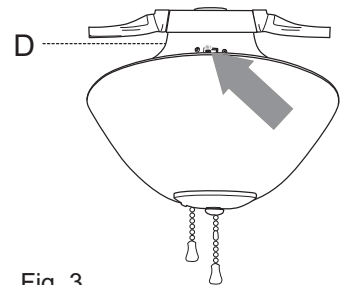

Fig. 3
3. Use el interruptor de reversa, en la caja del interruptor (D), para optimizar el uso del ventilador durante las estaciones. [Fig. 3]